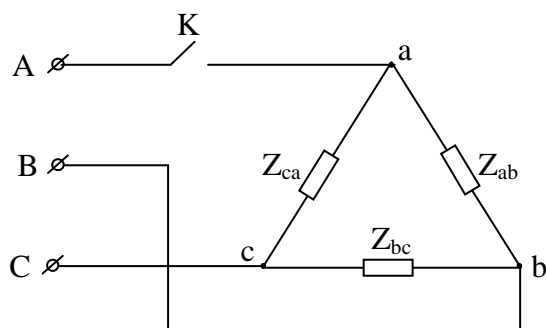

Рис. 3.4.5
3.4.5. Трехфазная симметричная цепь соединена треугольником (рисунок 3.4.5). Как изменятся линейные и фазные токи при размыкании ключа К.